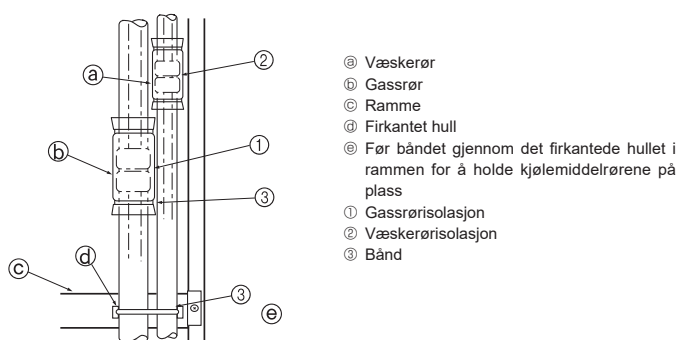

Fig. 4-5
Isoler overgangsskjøtene ① og ② på gass- og kjølemiddelrørene fullstendig. Hvis deler av skjøtene synes, kan det dryppe kondens. (Fig. 4-5)
- Fest gassrørisolasjonen ① og væskerørisolasjonen ② i begge ender slik at de ikke glir ned og havner ved siden av hverandre.
- Når isolasjonen er festet, bruker du et bånd ③ til å feste kjølemiddelrøret til rammen (under rørskjøtdelen). Dette forhindrer at kjølemiddelrøret løftes opp av rammen. (Når kjølemiddelrøret er utenfor rammen, kan ikke gitteret monteres.)